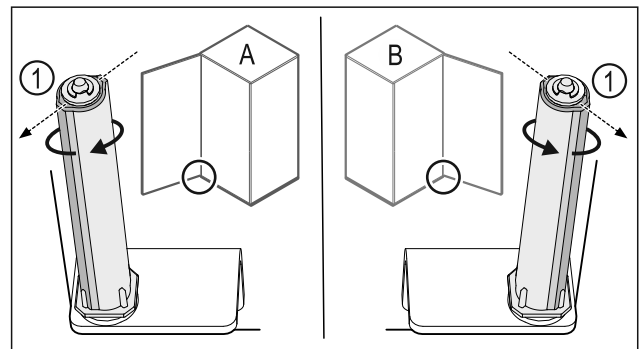

Fig. 39 Butée à gauche (A) / butée à droite (B)
- ▶ Tourner le système de fermeture contre la résistance jusqu'à ce que son arête Fig. 39 (1) pointe vers l'extérieur.